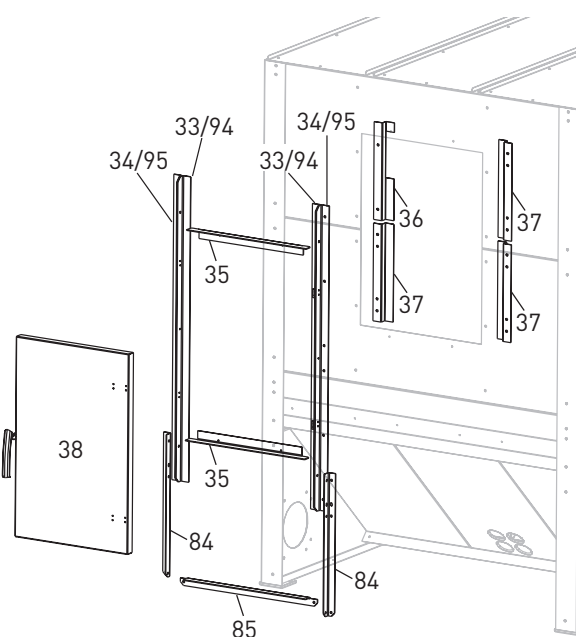

Fig. 15 Montaggio dello sportello di controllo
Avvitare 1 ferro a Z (36) all'interno, in alto a sinistra, e 3 ferri a Z (37) a sinistra/destra e allinearli. Avvitare 2 telai sportello orizzontali (35) in alto/in basso con 2 viti a testa esagonale M6 x 16 ciascuno, dall'esterno verso l'interno e serrare – Fig. 15.
Montare 2 scalette (84) e il piolo (85) sul serbatoio in corrispondenza dei montanti dello sportello con 2 viti su ciascun montante (altezza serbatoio 2,2 m) oppure con 3 viti (altezza serbatoio 1,9 m) – Fig. 15.
Infilare le cerniere dello sportello di controllo (38) nell'intaglio dei montanti dello sportello e avvitarle dall'esterno con 8 viti a testa esagonale M6 x 16 che si inseriscono nei dadi all'interno – Fig. 15.